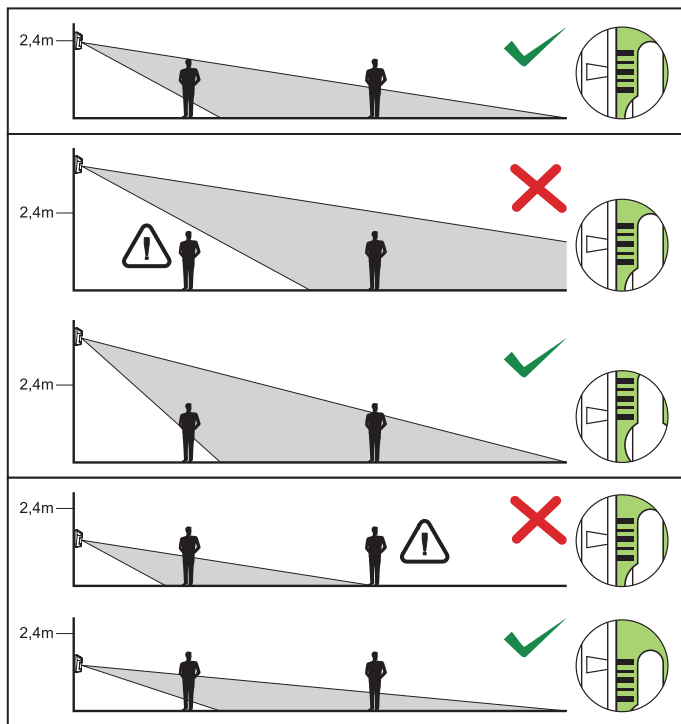

Рисунок 4. Влияние высоты монтажа на охраняемую зону и способ позиционирования пирозлемента по отношению к линзе с целью оптимальной установки.
**NC** – реле (NC).
- 8 – шкала для позиционирования пирозлемента относительно линзы (см. таблицу 2 и рисунок 4).
6. Закрепите плату электроники, учитывая высоту монтажа извещателя (см. таблицу 2 и рисунок 4).